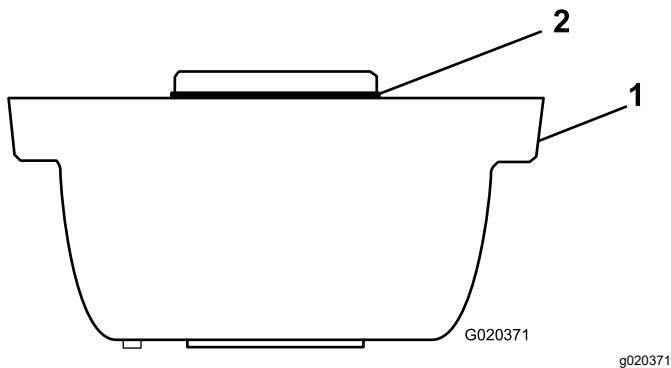

Figura 3
1. Montate l'O-ring sull'alloggiamento della spazzola per rullo come illustrato nella Figura 3.